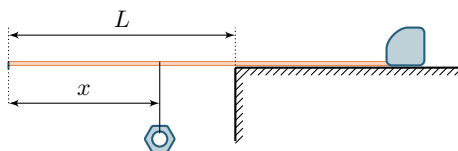

Рис. 8
1. Проведите измерение величины L , при которой полотно ломается, для разных значений x (рис. 8). Результаты измерений представьте в виде таблицы.